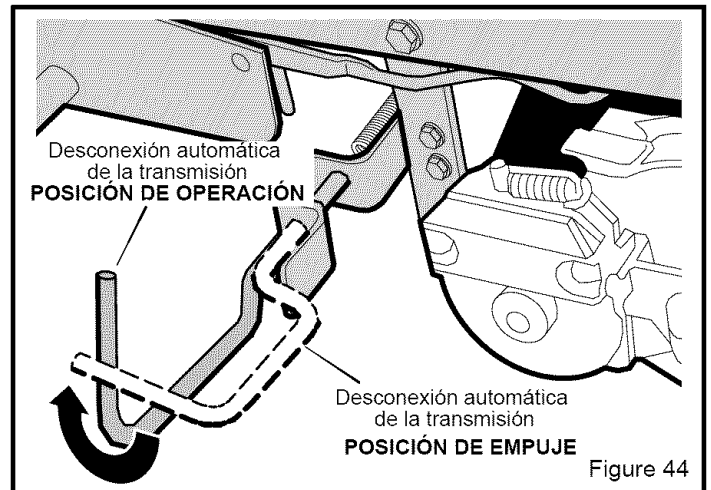

Figure 44
Para poder empujarla, la unidad fue enviada de fábrica con la barra de **desconexión automática de la transmisión** en la **POSICIÓN DE EMPUJE**. Antes de hacer funcionar la unidad es necesario colocar la barra de **desconexión automática de la transmisión** en la **POSICIÓN DE OPERACIÓN**. (Figure 44)
4. Para poder empujar la unidad, mueva y coloque la **desconexión automática de la transmisión** en la posición de **EMPUJE** (Figure 44). La transmisión está ahora **desactivada** y se puede empujar la unidad.